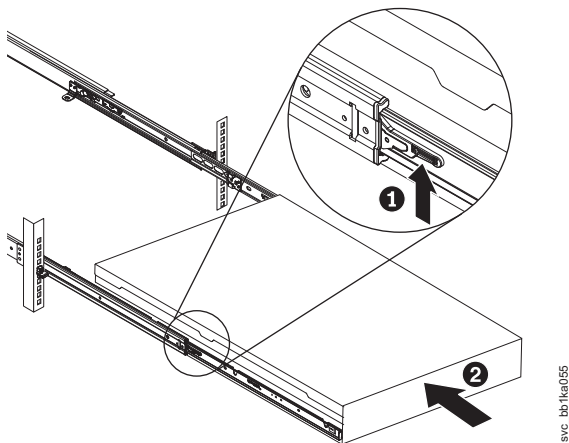

图 200. 抬起机架 SAN Volume Controller 2145-DH8 滑轨的锁紧杆
8. 将散热器的后部凸缘向下放入固定器支架 (5) 的开口位置，并牢牢向下按散热器前部，直到其正确就位。
9. 将散热器释放杆 (2) 旋转至闭合位置并将拉杆挂钩在锁定卡口的下方 (4)。
13. 抬起滑轨上的锁定拉杆 (图 200 中的 1)，将服务器 2 全部推入机架，直到其咔嗒一声锁定到位。